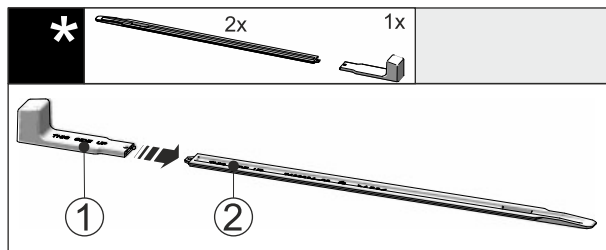

Fig. 48
- Postavite montažnu ručku Fig. 48 (1) na šinu za Fig. 48 (2) niveliranje.